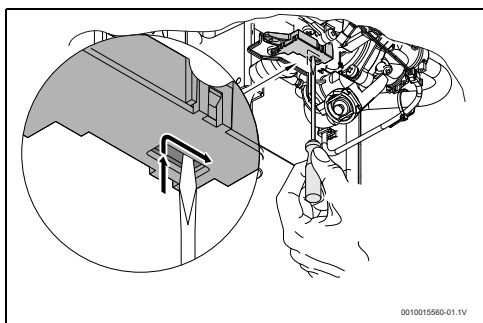

Fig. 27 Resetear el microinterruptor
- ▶ Posicionar el microinterruptor según la fig. 27.